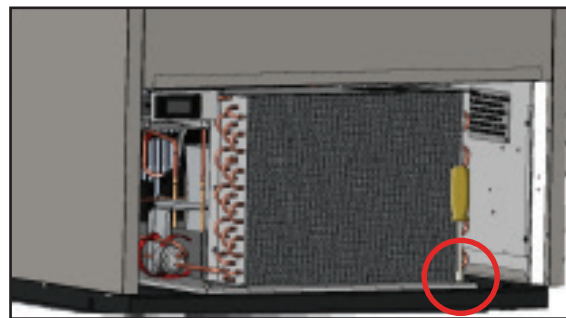

Abb. 5. Schrauben, mit denen die Kondensatorbasis befestigt ist, entfernen.
6. Entfernen Sie die Schrauben am Kondensatorboden. Siehe Abb. 5.